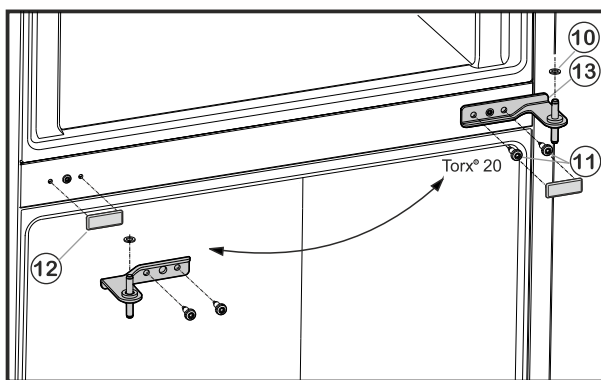

Fig. 6
- Bevestigingsbouten Fig. 6 (11) losschroeven (2 maal Torx® 20) en het middelste scharnierblok uit de onderste deur trekken.
- Kunststof ring Fig. 6 (10) verwijderen.
- Afdekking Fig. 6 (12) voorzichtig wegtrekken.
- Afdekking Fig. 6 (12) terugplaatsen op de andere zijde.
- Middelste scharnierblok Fig. 6 (13) 180° gedraaid in de onderste deur plaatsen en met bevestigingsbouten Fig. 6 (11) (2 maal Torx® 20) op de nieuwe scharnierkant **stevig (met 4 Nm)** aandraaien.
- Kunststof ring Fig. 6 (10) weer aanbrengen.
- Bovenste deur op het middelste scharnierblok Fig. 6 (13) plaatsen.